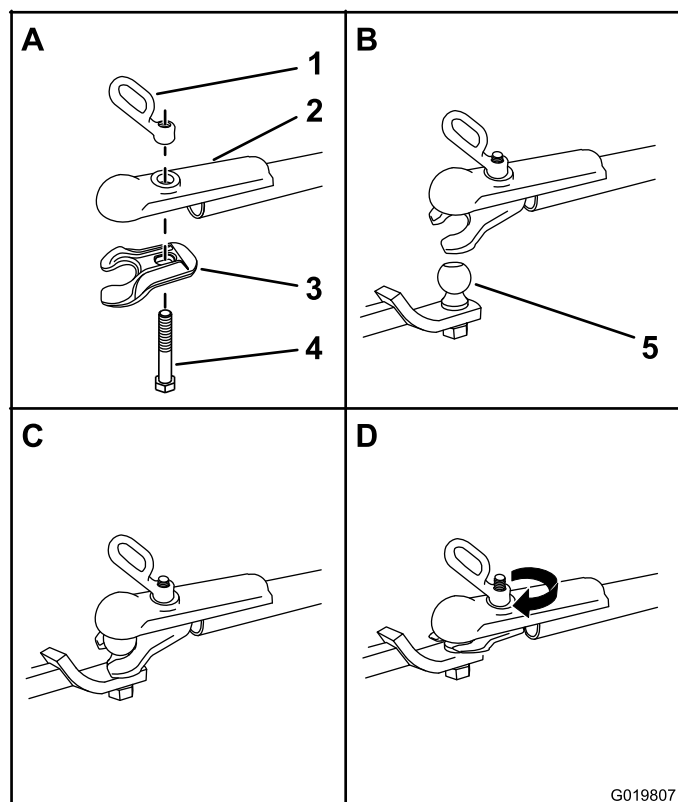

Figura 17
- Aplice sellador de roscas no permanente a las roscas del perno del acoplamiento para evitar que la manivela del acoplamiento se afloje (Figura 17).
- Introduzca el perno hacia arriba por la mordaza del acoplamiento y el segmento superior, y conecte la manivela del acoplamiento al perno (Figura 17).
- Gire la manivela del acoplamiento en sentido horario para enroscarla en el perno hasta que quede firme (Figura 17).